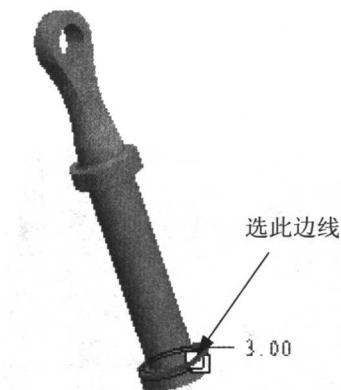

图 1.1.20
(1) 选取特征的命令：选择 **Insert**  **Round...**（倒圆角）命令。
(2) 选取圆角的放置参照：在模型上选择如图 1.1.20 所示的边线。
(3) 给出圆角的半径值：在操控板中的圆角半径文本框中输入 3，并按回车键。